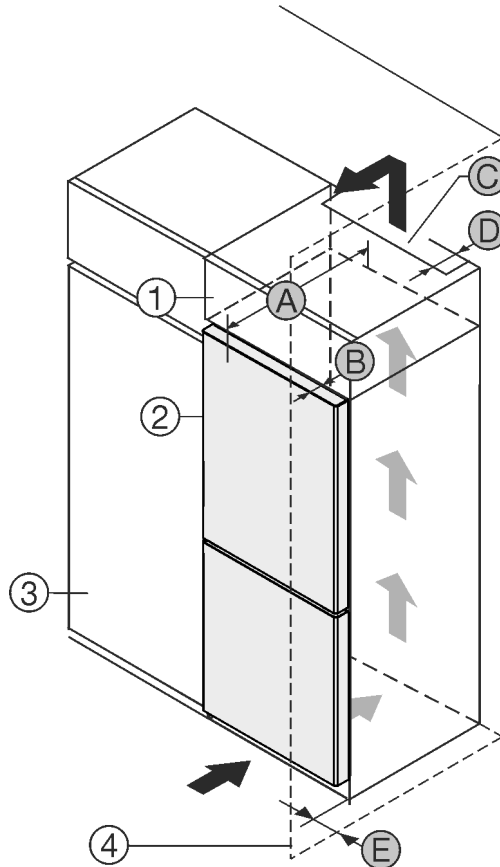

Fig. 1
Te saate seadme vahetult köögikapi Fig. 1 (3) kõrval üles panna.
Pealiskapi tagaküljel peab olema vähemalt sügavusega Fig. 1 (D) kogu pealiskapi laiune heitõhušaht.
Ruumi lae all tuleb ventilatsiooniristlõikest Fig. 1 (C) kinni pidada.
Kui panete seadme šarniiridega seina Fig. 1 (4) kõrvale üles, siis peab olema seadme ja seina vahekaugus vähemalt 13 mm.
Kui panete seadme šarniiridega seina Fig. 1 (4) kõrvale üles, siis peab olema seadme ja seina vahekaugus vähemalt 20 mm.
Võimaldamaks ust täielikult avada, peab seade vähemalt ukse sügavuse Fig. 1 (B) võrra köögikapi esiseinast ettepoole ulatuma. Köögikappide Fig. 1 (3) sügavusest ja seinavahehoidikute kasutamisest sõltuvalt võib seade rohkem välja ulatuda.